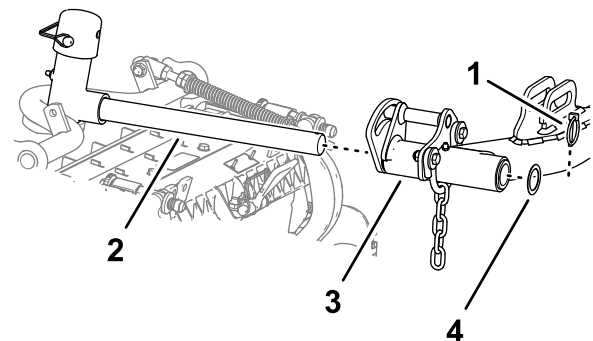

**Bild 28**
2. Montieren Sie das Hubarmjoch an die Trägerrahmenwelle (**Bild 28**).